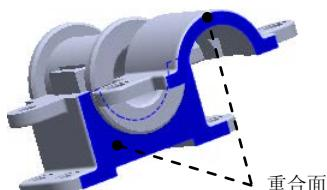

图 7.11.15 选取重合面（二）
④ 添加“重合”配合。操作方法参照上一步，重合面如图 7.11.15 所示。
⑤ 单击“配合”对话框的 **√** 按钮，完成零件的定位。